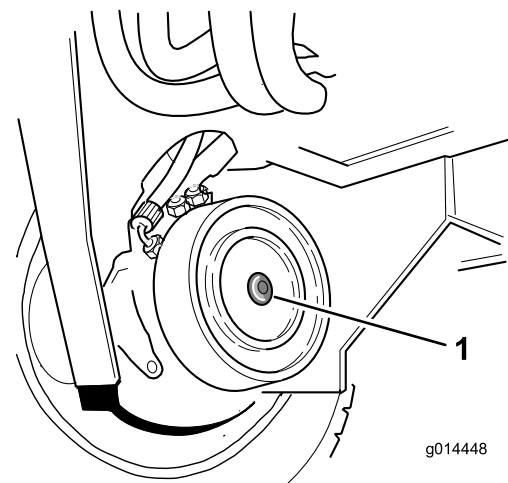

Figure 45
5. Serrez la vis d'arrêt dans le trou fileté du piston de frein jusqu'à ce que le frein soit desserré (Figure 45).